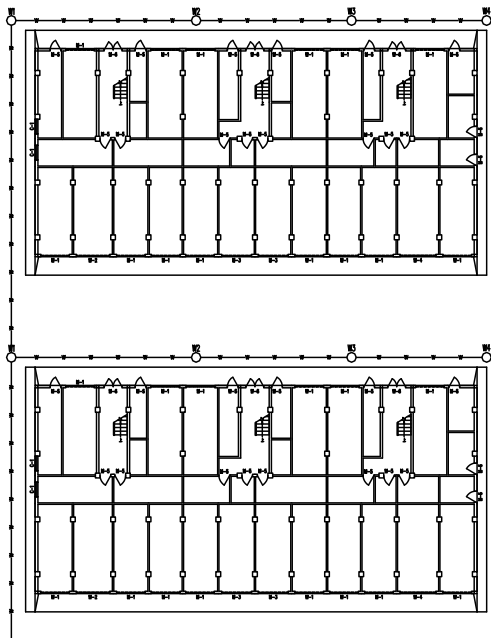

图 7-18 打开素材
**01** 按 Ctrl+O 组合键，打开配套光盘提供的“第 7 章/7.2.2 小区污水.dwg”素材文件，结果如图 7-18 所示。